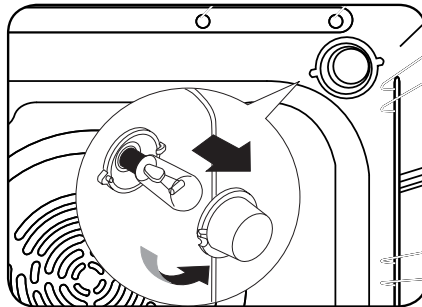

Fig. 44
- Remover a cobertura de vidro da lâmpada, girando no sentido anti-horário (fig. 44).